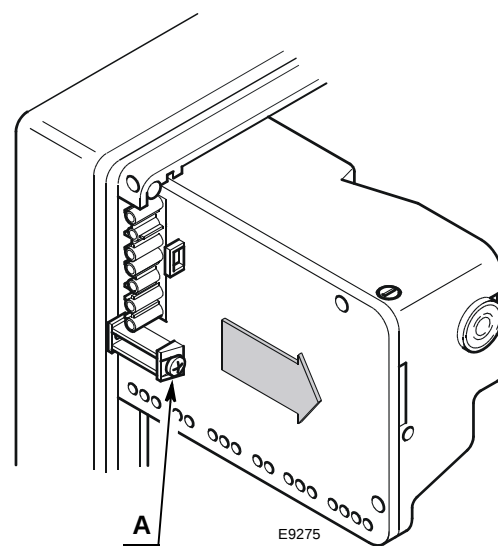

Fig. 15
- dévisser la vis **A** (Fig. 15) et tirer la boîte de contrôle dans le sens de la flèche.